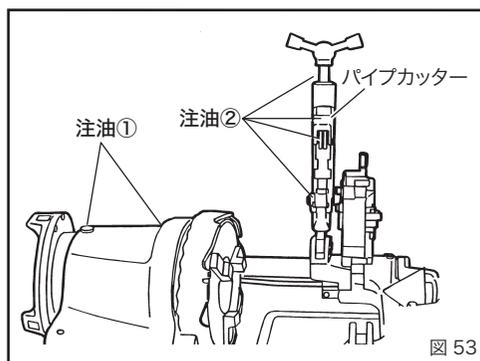

図 53
1. 注油 (図 53)
①主軸軸受の注油
月に1度程度、スピンドル油またはマシン油を主軸部に注入してください。(図 53 ①)
②パイプカッターの注油
ねじ部、ローラー軸、刃など、可動部には使用毎にスピンドル油、マシン油などを注油してください。(図 53 ②)